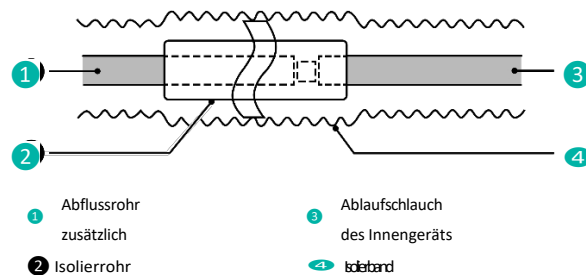

Abb. 4.3.1
- 6 Verlegen Sie das Ablaufrohr gemäß Abbildung 4.3.1 und bringen Sie die Isolierung am Ablaufrohr an. Eine unsachgemäße Installation kann zu Wasserlecks führen und Möbel sowie andere Gegenstände im Raum durchnässen.